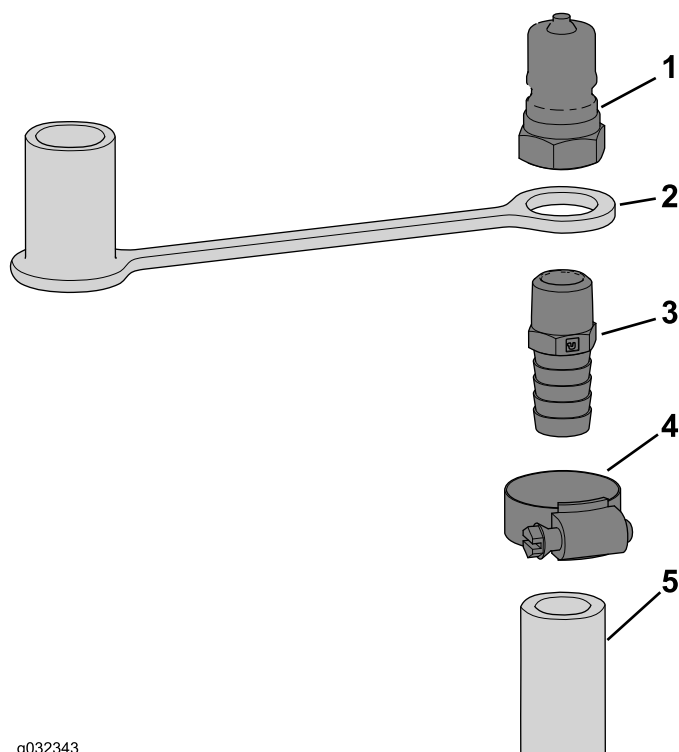

Figura 16
2. Fate scorrere il coperchietto antipolvere sull'estremità filettata del raccordo diritto, come illustrato nella Figura 16.
3. Avvitare il raccordo diritto sull'accoppiatore maschio (Figura 16).
5. Fate scorrere una fascetta stringitubo sul flessibile (Figura 16).
6. Inserite l'estremità dentellata del gruppo nel flessibile e fissatela con la fascetta stringitubo, come illustrato nella Figura 16.